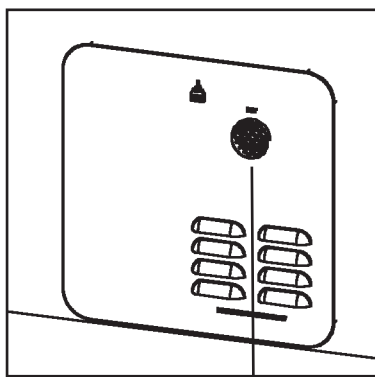

Figure 6
2. Le tuyau d'échappement sort sur le devant de la porte par un orifice de dégagement, MAIS ne dépasse pas la face de la porte. S'assurer que le tuyau d'échappement est bien placé. Voir Figure 6